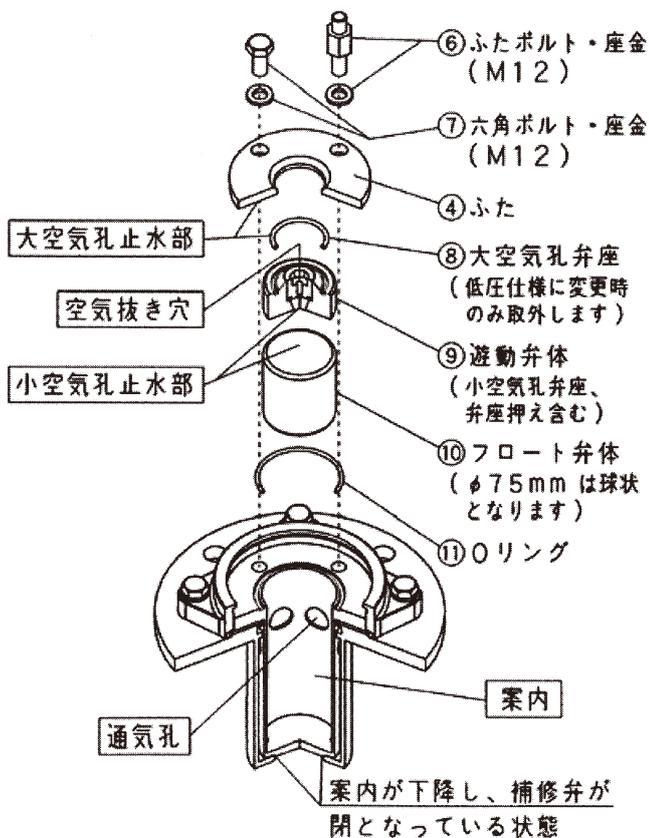

図 2
- (4) ⑨遊動弁体、⑩フロート弁体、⑪Oリングを取り出します (図2)。